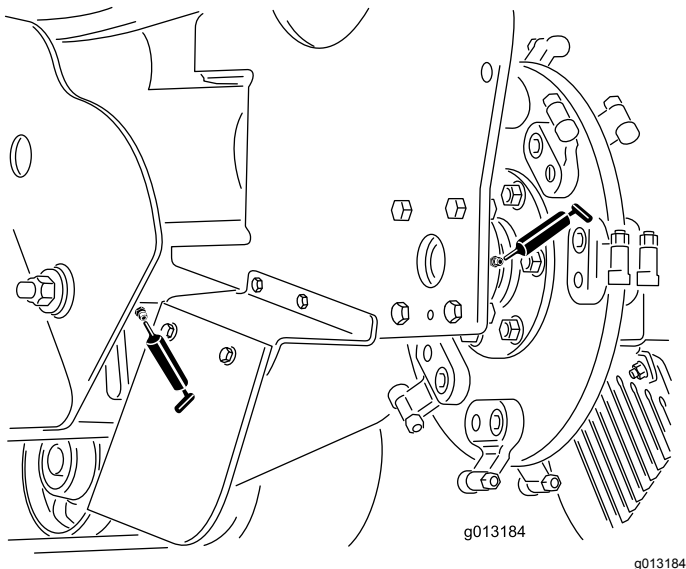

Figura 25
4. Collegate un ingrassatore a pressione a ciascun ingrassatore (Figura 24 e Figura 25).